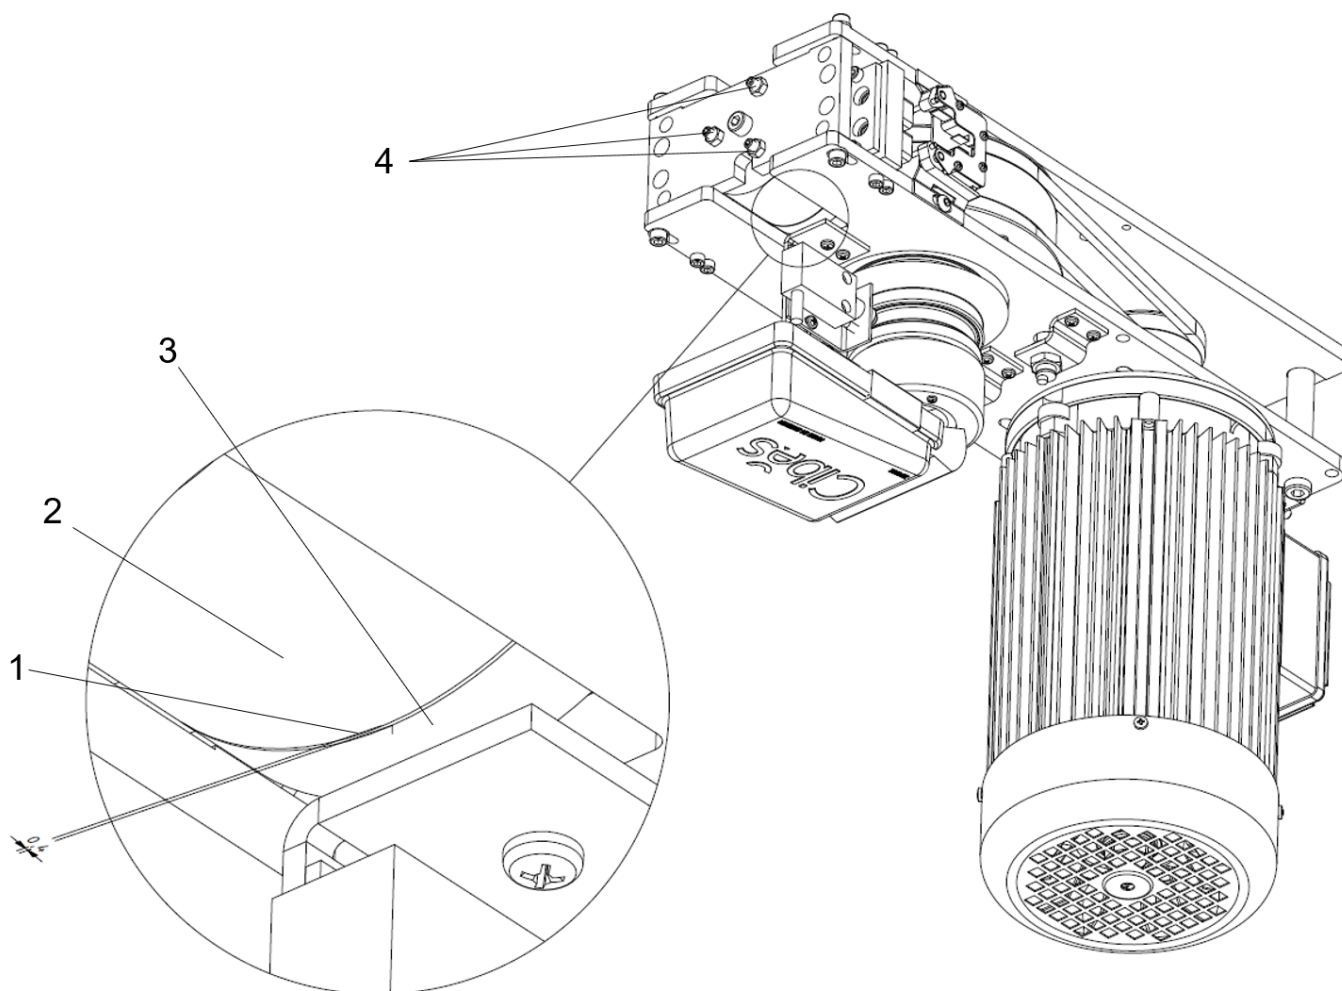

Fig. 32 Justering af bremsen
3. Kontrollér at luftspalten (1) mellem elektromagneten (2) og bremseklodserne (3) er maks. 0,5 mm. Brug en søgelære til at måle luftspalten, se Fig. 32. Mål afstanden fra flere vinkler og positioner.
4. Brug skrue (4) til om nødvendigt at justere spalten mellem elektromagneten og bremseklodsen.